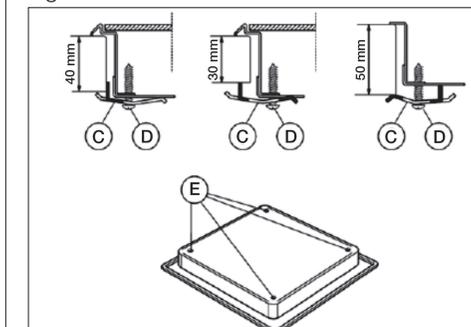

Fig. 6
- Si la encimera es de mármol, plástico, cerámica, piedra, etc., la encimera debe ser asegurada con soportes especiales (C) (Fig. 6). Ponerse en contacto con el Servicio de asistencia para las placas de fijación (Fig. 6).
3. Apriete los 4 tornillos (D) en la posición (E) (Fig. 6).